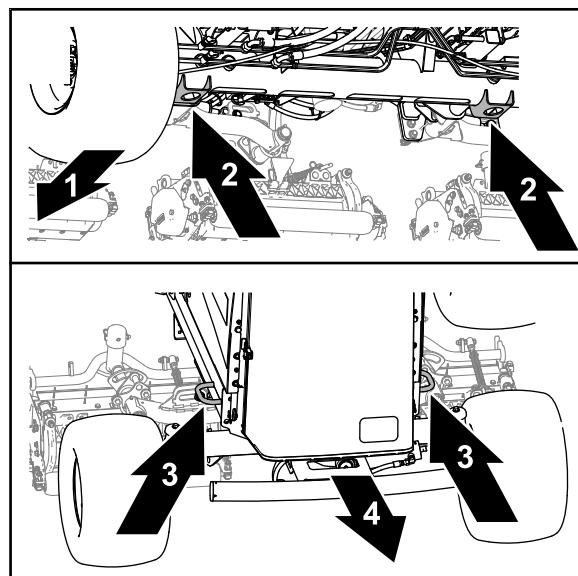

Figura 58
- Frente – o furo nos suportes do macaco do tubo do eixo dianteiro (Figura 58).